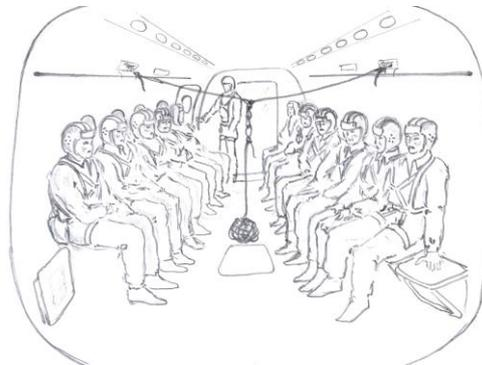

Рис.8.3.1
- устройство и оборудование грузовой кабины ВС, из которого предстоит осуществлять БПД (например, вертолет Ми-8), а также размещение в ней л/с по местам в соответствии с очередностью покидания ВС (рис.8.3.1);
- крепление к силовым конструкциям ВС спусковых веревок (канатов) и их страховочных концов для выхода из левой (правой) двери (фото 8.2.24), для выхода через грузовой люк (рис.8.3.1), а также люк внешней подвески (рис.8.3.1) вертолета Ми-8;